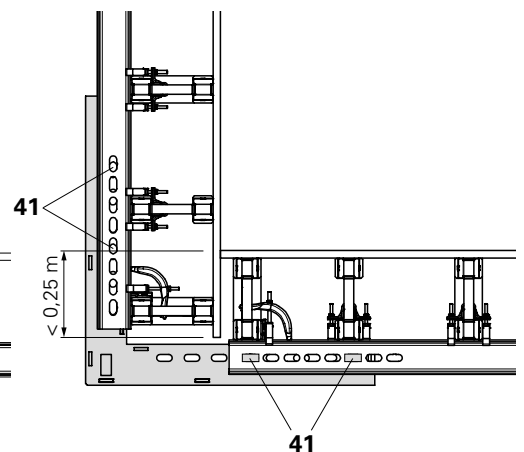

Fig. B4.04
4. Ruotare le giunzioni angolari esterne una dopo l'altra nei correnti in acciaio e collegarle con il cuneo di arresto KZ (41) in modo che siano resistenti alla trazione e alla compressione. (Fig. B4.04)